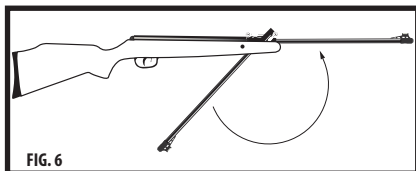

FIG. 6
- Riportare la canna nella sua posizione originale spingendola su finché non si blocca (Fig. 6).